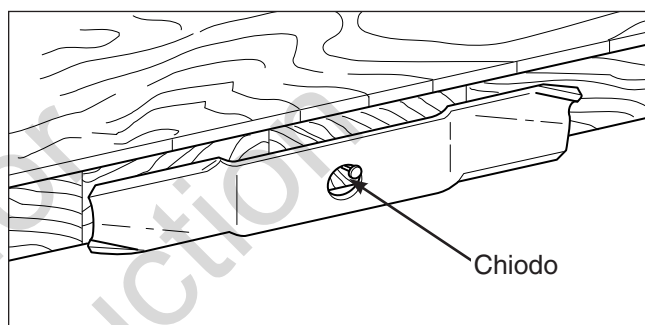

Figura 18. Equilibratura della lama
6. Equilibrare la lama come mostrato in Figura 18. Posizionare il foro della lama su di un chiodo lubrificato con una goccia d'olio. Una lama equilibrata rimarrà in livello.